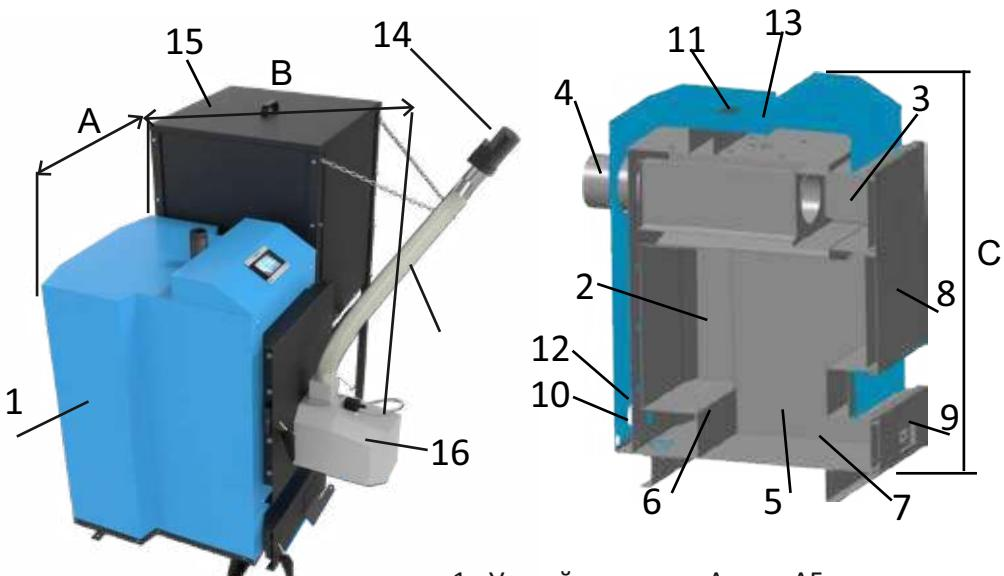

рис. 1 - Устройство котла Амтео АФ
4.1 Котёл (рис. 1) состоит из: корпуса (1), топки (2), газохода (3), дымохода (4). В нижней части топки устанавливаются колосники (опция, уточняйте в отделе сбыта) (5) на опоры (6) (опция), зольник (7). К передней стенке корпуса котла на осях присоединяются загрузочная дверца (8), дверца для обслуживания (9), патрубок обратного трубопровода (10), патрубок подающего трубопровода (11), патрубок для слива воды с котла (12), патрубок установки термодатчика (13), шнек подачи пеллет из бункера (14), бункер для пеллет (15) пеллетная горелка VENMA в сборе (16), гофра подачи пеллет (17)